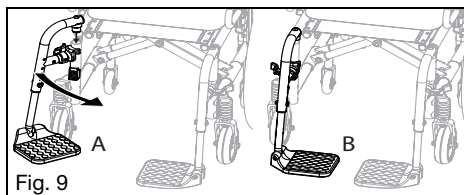

Fig. 9
- Inserte el receptor pivotante del swing-away en el alojamiento que se halla en el tubo frontal del chasis, con el apoyapiés mirando hacia adentro o hacia afuera con respecto al chasis (Fig. 9:A).